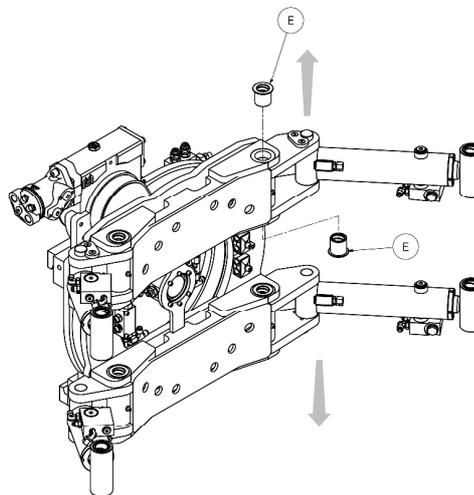

Figura 3
5. Mediante el uso de correas y cadenas, extraer con seguridad la mordaza «D», realizar la operación también en las otras mordazas presentes en la Figura 3.